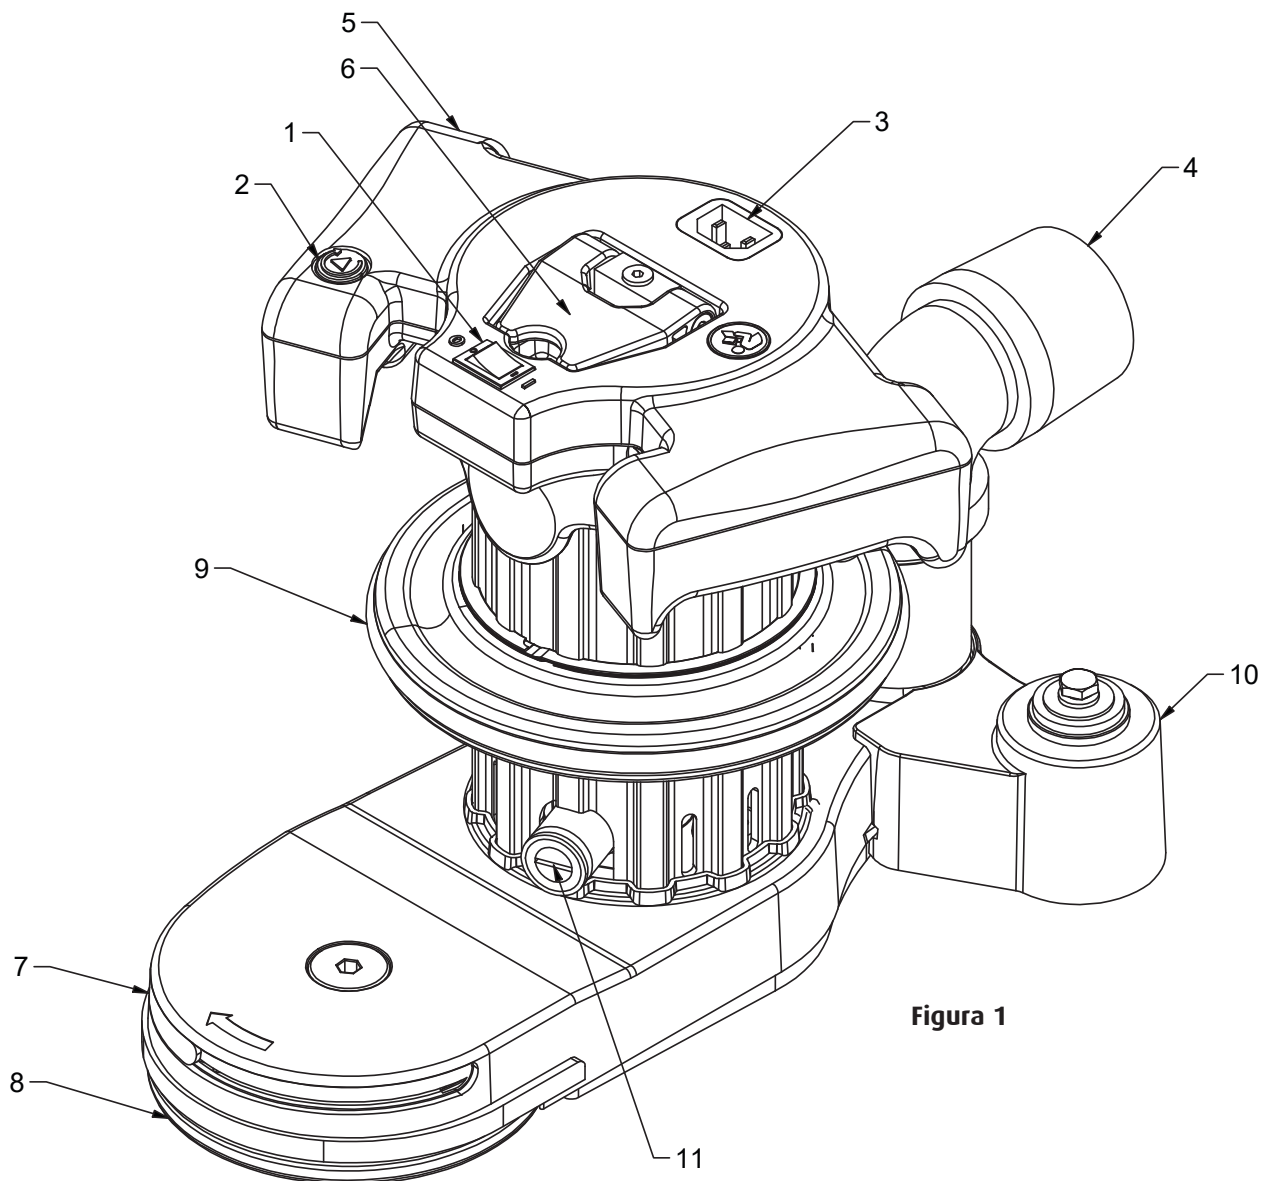

Figura 1
3. Asegúrese de que el interruptor de control esté en la posición "OFF" y luego conecte el cable de alimentación a un circuito fusible correctamente conectado a tierra. Conecte el cable de alimentación en el receptáculo del cable de alimentación (Figura 1).
4. Con la máquina en posición reclinada, mueva el interruptor ON/OFF en la posición "ON" (Figura 1).